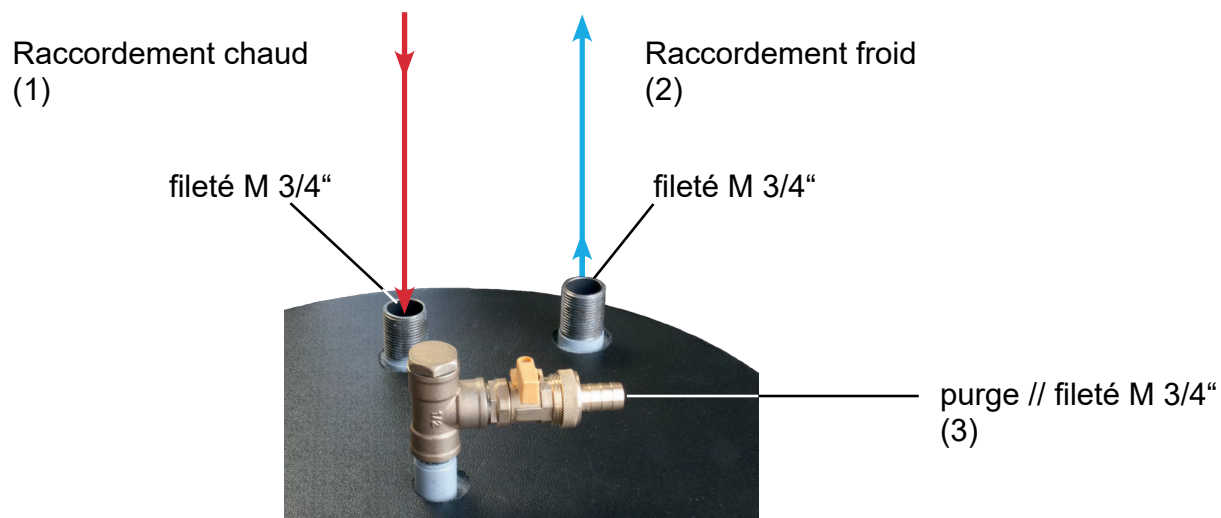

Figure 1
Connectez les conduites provenant des capteurs aux **connexions désignées (1) et (2)** sur le **Drain Back** - voir la **figure 1**. Il faut s'assurer que les conduites allant des collecteurs au Drain Back **soient posées avec une pente**.
- Raccordez un compresseur à la purge d'air (3) et ouvrez le robinet à boisseau sphérique - voir la **figure 1**.
- Enfin, rouvrez la vanne (8) en position verticale.